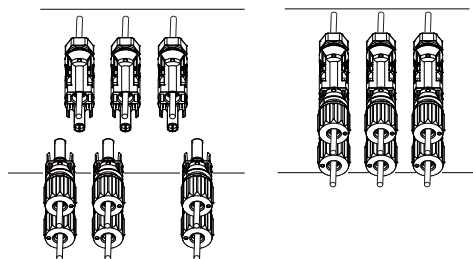

Рис. 6.6. Подключение входа DC
d) Вставьте разъёмы ФЭ в плюсовой и минусовой входы инвертора (рис. 6.6).